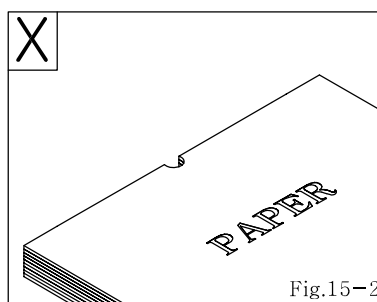

Fig.15-2
- 천공구멍이 용지의 끝단에 물려서 천공이 되지 않도록 주의한다(Fig.15-2).